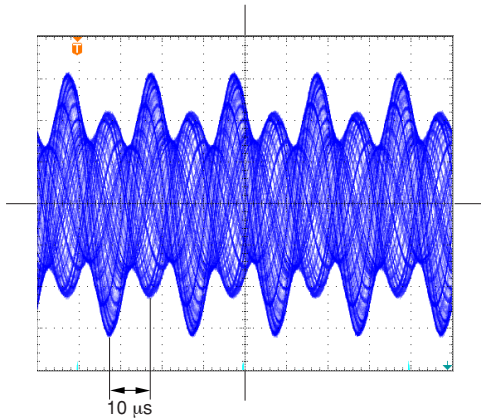
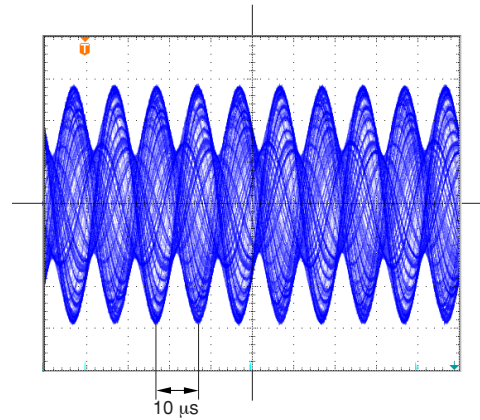

Abb. 6-2
Abb. 6-3
- ③ Drehen Sie den GBAL-Trimmer bis zum Anschlag im Uhrzeigersinn. Verfahren Sie den Maßstab, bis die in Abb. 6-2 gezeigte Wellenform sichtbar wird. Justieren Sie dabei den DC1-Trimmer so, dass benachbarte Spitzen wie in Abb. 6-3 gezeigt eine gleichförmige Höhe aufweisen. Ein Alarm wird ausgelöst, wenn die PM-Signalamplitude kleiner als $0,5\ \text{Vs-s}$ wird.
- ④ Drehen Sie den GBAL-Trimmer bis zum Anschlag im Gegenuhrzeigersinn, und verfahren Sie den Maßstab wie in Schritt 3, bis die in Abb. 6-2 gezeigte Wellenform sichtbar wird. Justieren Sie dabei den DC2-Trimmer so, dass benachbarte Spitzen wie in Abb. 6-3 gezeigt eine gleichförmige Höhe aufweisen.